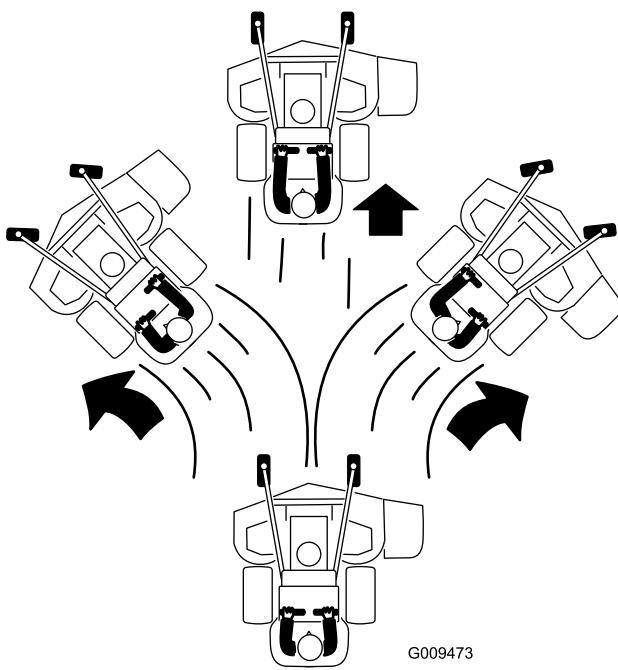

Figura 21
- Empuje lentamente las palancas de control de movimiento hacia adelante (Figura 21).